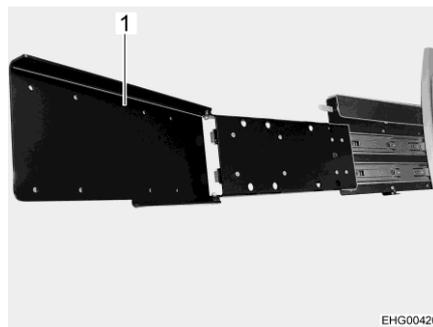

Bild 95 Auszug (ausgefahren und umgeklappt)
- Um den Flachbildschirm zum Heckbereich zu drehen: Auszug (Bild 95,1) umklappen.